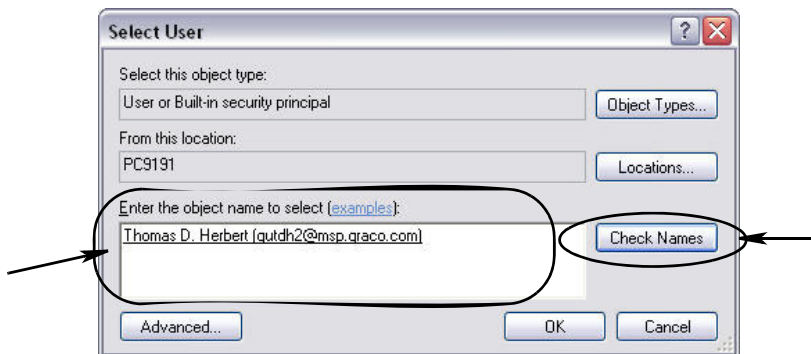

FIG. 59
- h. Er wordt een dialoogvenster zoals in FIG. 59 weergegeven. Voer de gebruikersnaam in, in het veld "Voer de naam van het te selecteren object in". Klik op de knop Namen controleren.